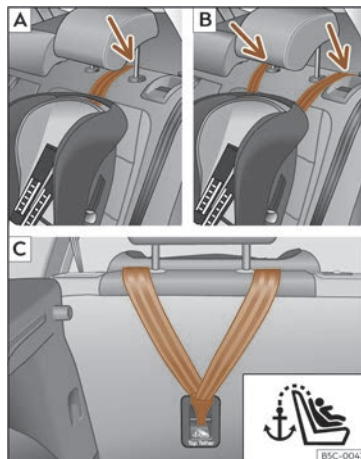
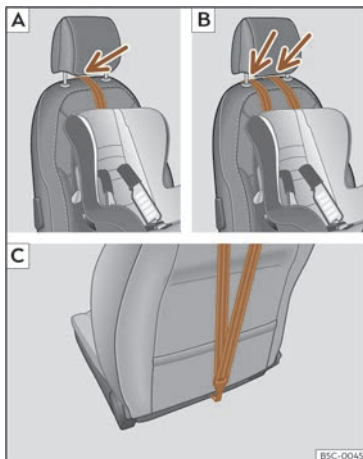

Fig. 33 Asentos traseiros: axuste e montaxe en función do cinto Top Tether.
Fig. 34 Asento do acompañante: axuste e montaxe en función do cinto Top Tether.
deira, levante ou retire o repousacabezas se é necesario)»» fig. 33 [A]/[B], »» fig. 34 [A]/[B].
- Deslice a correia e fíxela correctamente coa áncora da parte traseira do respaldo »» fig. 33 [C], »» fig. 34 [C].